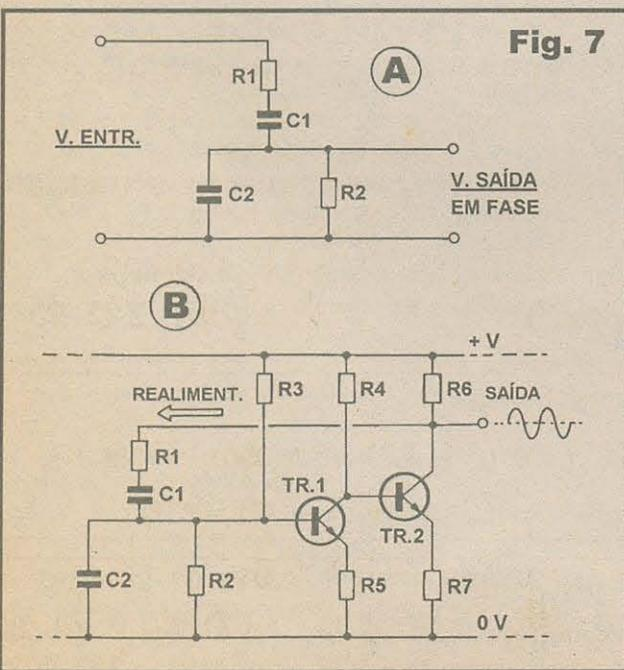

Fig. 7
- FIG. 7 - OSCILADOR COM REDE DE REALIMENTAÇÃO EM PONTE DE WIEN... - Uma específica geometria de conjunto RC, chamada de ponte de Wien, apresenta também características que a